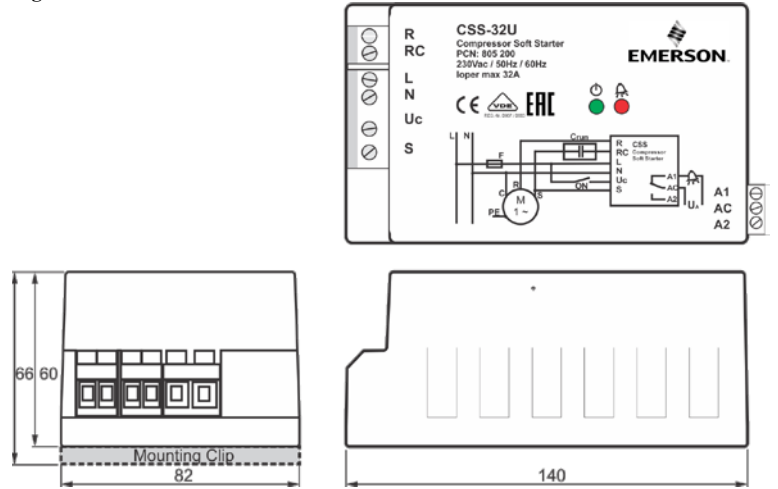

Fig. 4
- Устройства Плавного Пуска CSS предназначены для установки только в электрических щитах. Монтажная скоба делает удобным закрепление на DIN-рейку; для надежного закрепления на любой плоской поверхности у нее имеется четыре отверстия (Ø4,5мм). Монтажную скобу можно закрепить на основании корпуса в двух направлениях, см. Рис. 4. Обеспечьте защиту CSS от прямых солнечных лучей и попадания воды.